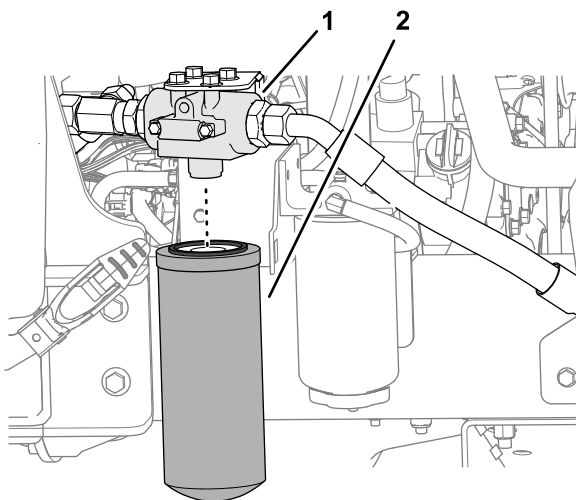

Bild 74
- Reinigen Sie auf der linken Seite der Maschine den Bereich um den Filterkopf und stellen Sie eine Auffangwanne unter den Filter (Bild 74).
- Entfernen Sie den Rücklauffilter (Bild 74).
- Montieren Sie den Filter am Filterkopf und ziehen Sie den Filter von Hand fest, bis die Dichtung die Montagefläche berührt, und drehen Sie ihn dann um eine weitere 1/2-Umdrehung weiter (Bild 74).